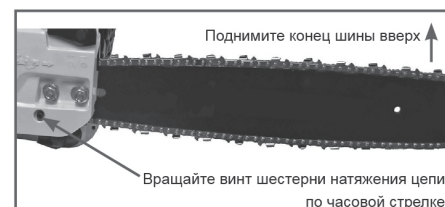

Рис. 5 Регулировка натяжения цепи
2. Вращайте винт шестерни натяжения цепи по часовой стрелке до тех пор, пока цепь не будет плотно прилегать к нижней части шины (Рис. 5).